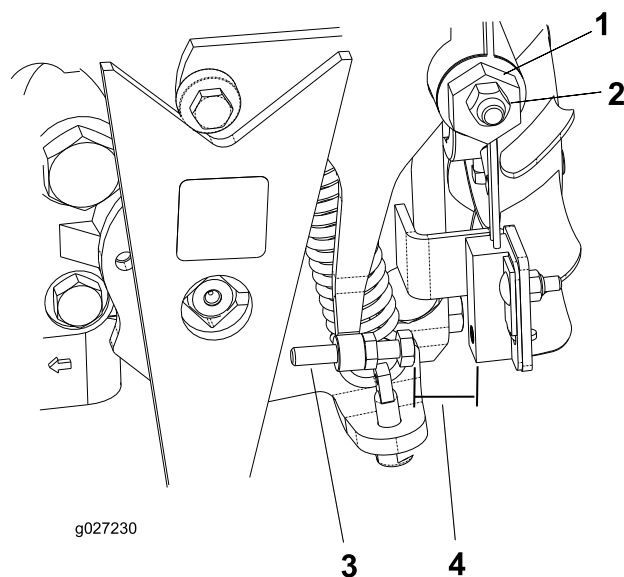

Рисунок 34
4. Ослабьте контргайку на кулачке регулировки тяги (Рисунок 34).
5. Запустите двигатель и проверните шестигранный кулачок (Рисунок 34) в обоих направлениях, чтобы определить среднее положение для диапазона нейтрали.
3. Регулируйте винт до тех пор, пока воздушный зазор не составит от 0,8 до 2,3 мм; см. Рисунок 34.